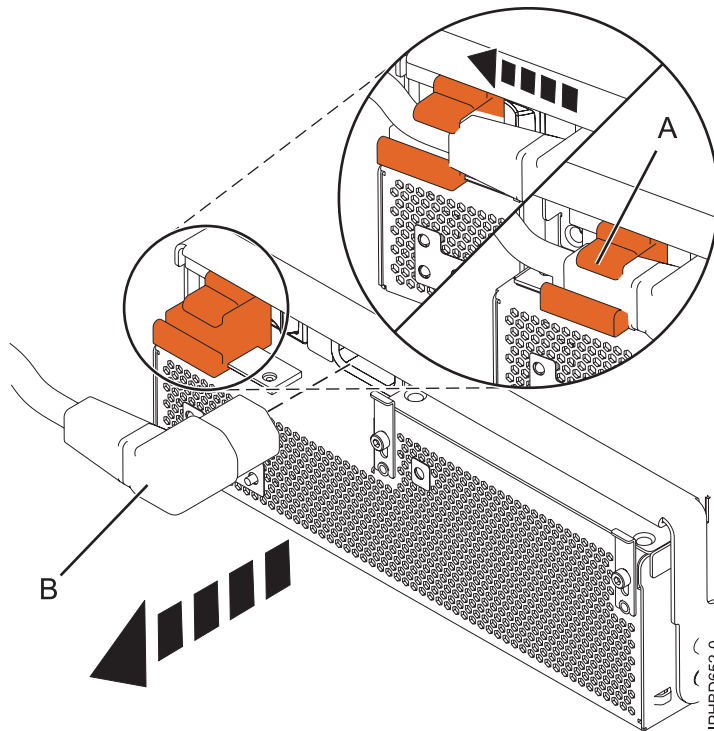

Figure 6. Déconnexion du câble d'alimentation de l'avant d'une unité d'extension
6. A l'avant de l'unité d'extension, faites glisser en position ouverte (A) le support de câbles de l'alimentation électrique à retirer. Déconnectez le câble (B) comme illustré dans la figure 6.